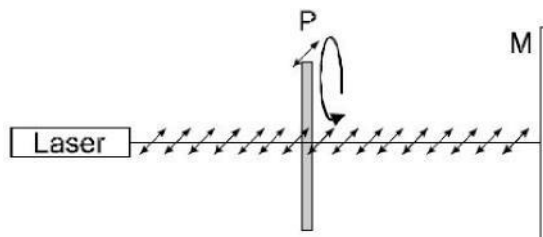

Fig. 9 Examen de la lumière à polarisation linéaire (P = filtre de polarisation, M = écran en verre mat)
- Montez l'appareillage expérimental, conformément à la Fig. 9.